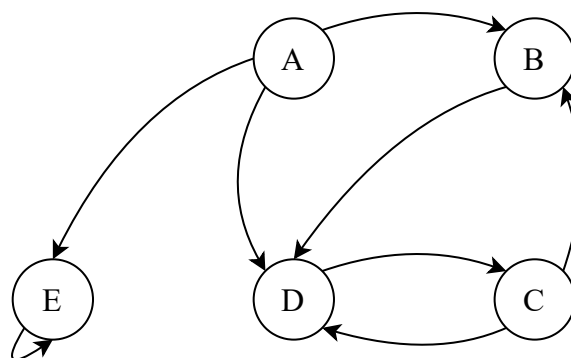

Figura 3: Un esempio di grafo orientato con 5 nodi.
**Esempio** Per capire meglio il concetto di grafo, consideriamo l'esempio di grafo **orientato** la cui rappresentazione grafica è data nella Figura 3. Questo grafo contiene  $n = 5$  nodi da  $A$  a  $E$ , vediamo come costruire la